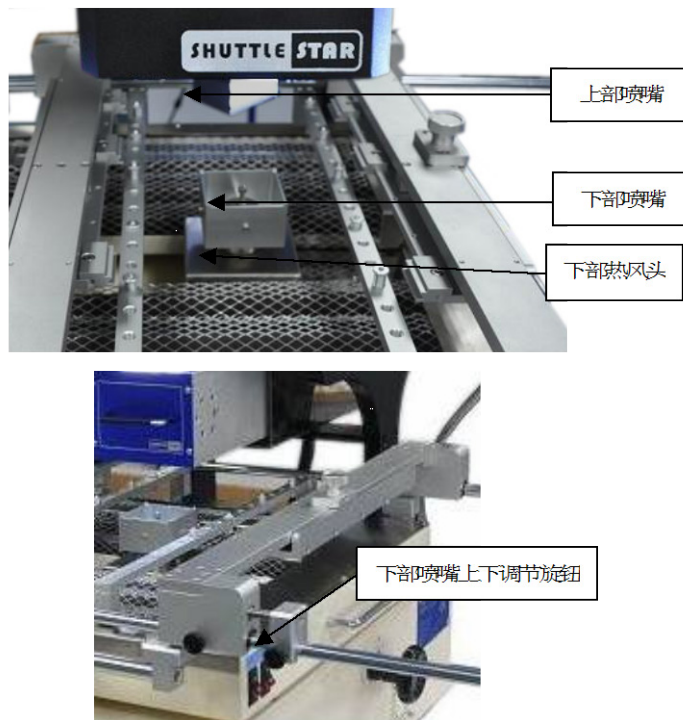

图 11-42 BGA 喷嘴实物位置图
(1) 选择适合 BGA 大小的上部喷嘴和下部喷嘴。
(2) 上部喷嘴安装在上部加热风头，可根据 BGA 位置角度调节。下部喷嘴安装在下部热风头，下喷嘴可通过下部喷嘴上下调节旋钮上下调节，其实物位置图如图 11-42 所示。